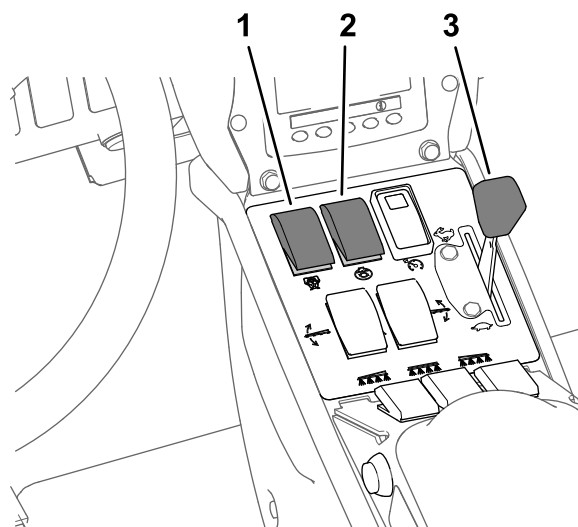

Figura 43
7. Coloque o interruptor da bomba na posição LIGAR (Figura 43).
8. Mova o regulador para a posição RÁPIDO (Figura 43) e deixe o motor trabalhar durante 10 minutos.
6. Coloque o interruptor da agitação na posição DESLIGAR e coloque o regulador na posição RÁPIDO (Figura 43).